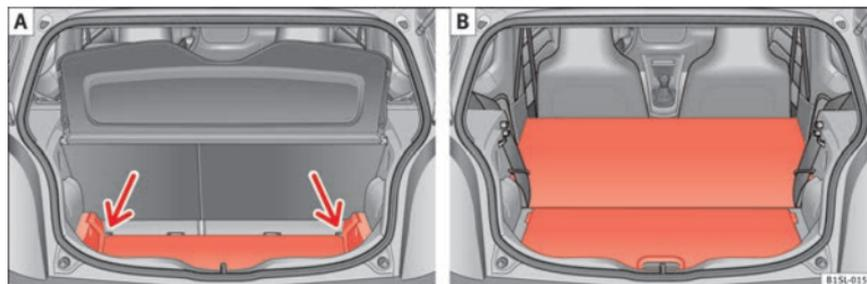

Fig. 70 C: ampliare il vano bagagli verso il basso
- Sollevare il piano del vano bagagli e spingerlo verso il basso collocandolo nella guida ⇒ fig. 70 C (freccie).